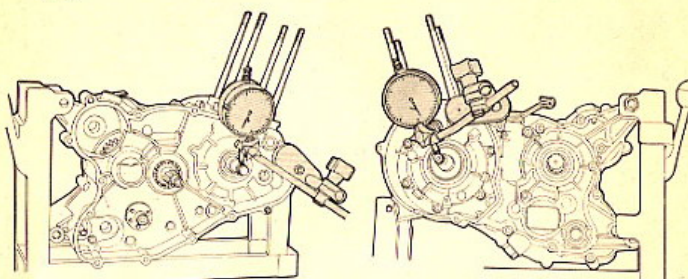

FIG. 38 Controllo coassialità semialberi
- 11) Montare le viti di unione e bloccarle con $1 \div 1,2$ kgm. Controllare con un comparatore le eccentricità dei due semialberi dell'imbiellaggio il cui valore massimo **non deve essere superiore a 0,04 mm** (fig. 38). In caso contrario smontarlo e farlo centrare da una officina specializzata.